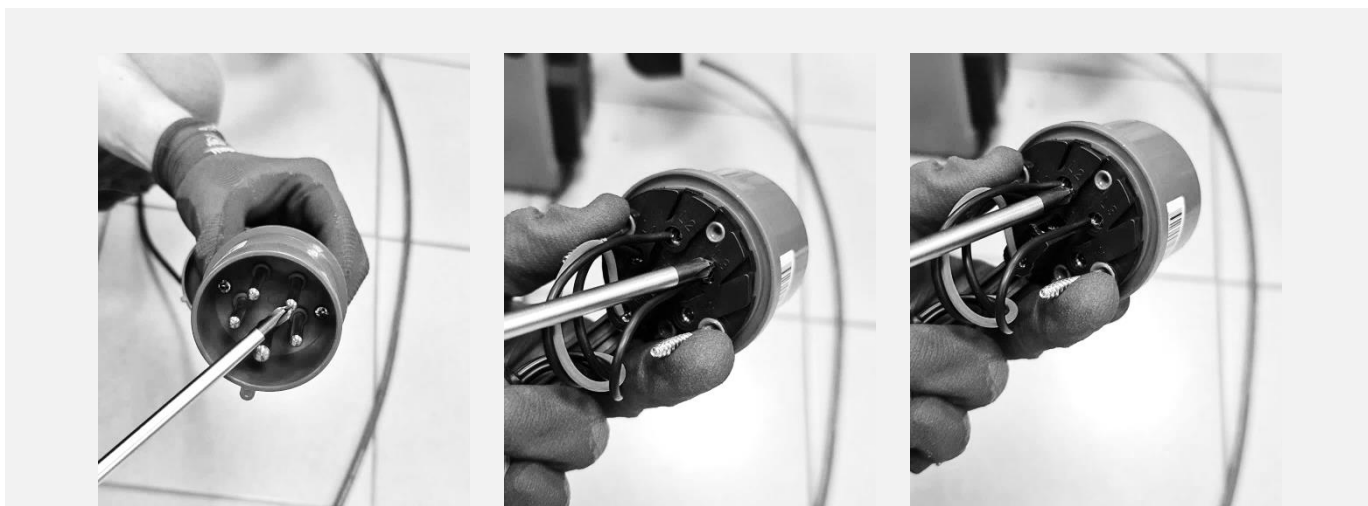

Рисунок 32
8.2 Нажать педаль вращения мотора и убедиться, что поворотный стол машины вращается по часовой стрелке. Если поворотный стол вращается в обратную сторону, то необходимо поменять местами два любых фазных провода в электрической вилке (см. Рисунок 32).